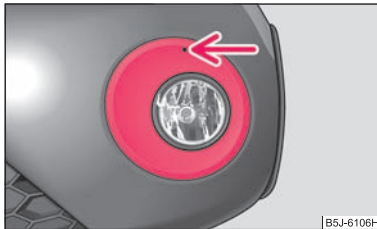

Abb. 167 Vorderer Stoßfänger: Roomster Scout
- In die Öffnung oberhalb des Nebelscheinwerfers ⇒ Abb. 167 führen Sie den Drahtbügel aus dem Bordwerkzeug ein und nehmen die Abdeckung heraus. ■